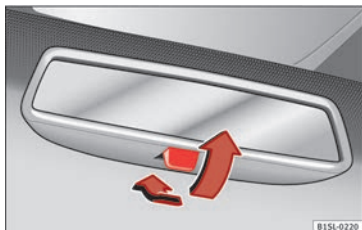

Fig. 116 Rétroviseur intérieur jour/nuit manuel.
- Pour sélectionner la position nuit, déplacez le levier vers l'arrière »» **fig. 116**.